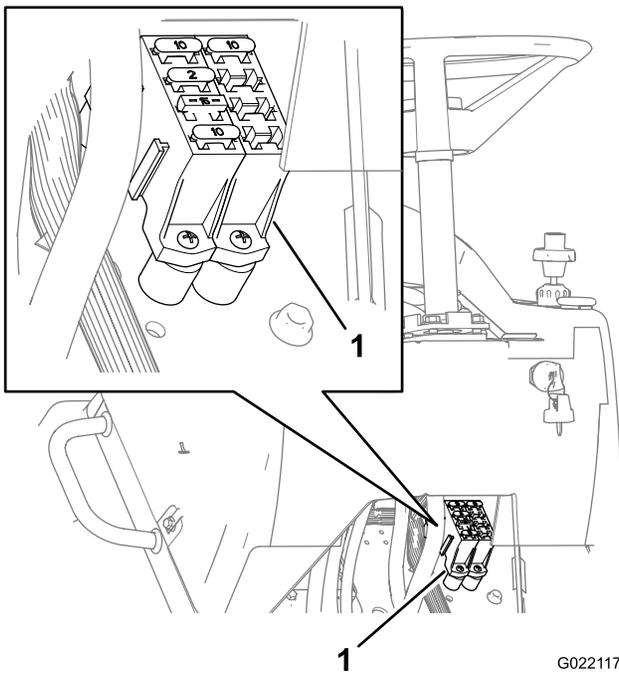

Figura 61
3. Cambie el fusible fundido del bloque de fusibles por un fusible del mismo amperaje (Figura 61).